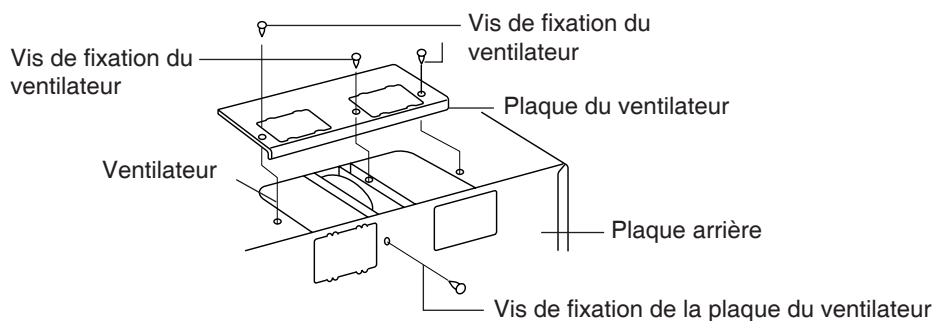

Fig. 1-2-4
- (5) Remettre la plaque du ventilateur sur l'appareil. Fixer le ventilateur à l'aide des deux vis, une dans la plaque du ventilateur, l'autre dans la plaque arrière du four. Fixer la plaque du ventilateur sur le dessus de l'appareil avec deux vis (Fig. 1-2-4).